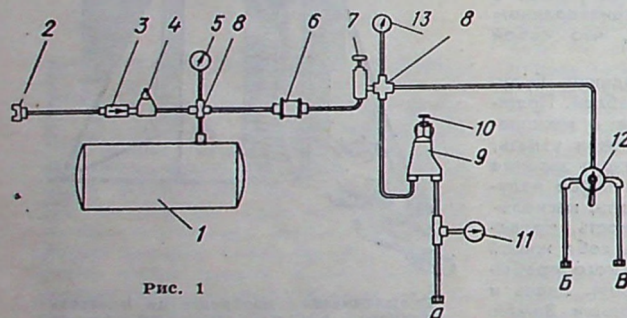

Рис. 1
Схема универсальной установки изображена на рис. 1. В нее входят: стальной рабочий баллон емкостью 12 литров (1), предназначенный для резерва сжатого воздуха с давлением 50 кг/см² (баллон предварительно должен быть проверен инспекцией котлонадзора и допущен к эксплуатации); зарядный штуцер (2) для зарядки рабочего баллона сжатым воздухом; обратный клапан (3) для предотвращения утечки сжатого воздуха из рабочего баллона через зарядный штуцер; редукционный клапан на 50 кг/см² (4), автоматически
Рис. 1. Двигатель МК-12В. 1 — гайка, 2 — коленчатый вал, 3 — шариковый подшипник, 4 — конусная шайба, 5 — шайба, 6 — регулировочный винт, 7 — контрпоршень, 8 — головка, 9 — гильза, 10 — поршень, 11 — палец поршня, 12 — шатун, 13 — винты, 14 — прокладка, 15 — ручка винта, 16 — игла карбюратора, 17 — головка иглы, 18 — фиксатор, 19 — гайка, 20 — жиклер карбюратора, 21 — носок картера, 22 — прокладка, 23 — картер, 24 — поводок золотника, 25 — золотник, 26 — крышка с корпусом карбюратора, 27 — ось золотника.
МК-12В (рис. 1) — одноцилиндровый, двухтактный двигатель внутреннего сгорания. Топливо-воздушная смесь в цилиндре вследствие возникновения большой температуры при ее сжатии воспламеняется без постороннего источника зажигания.